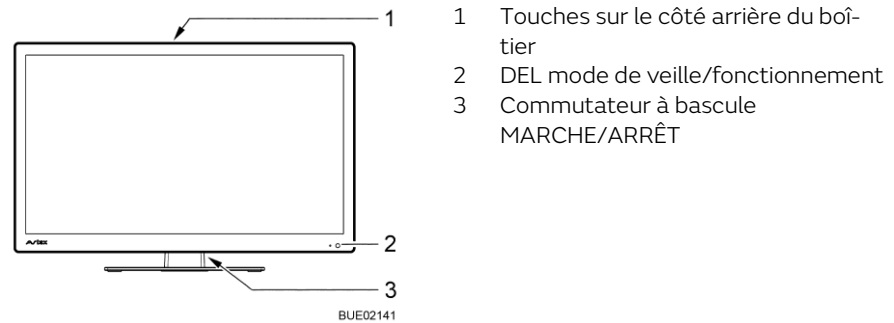
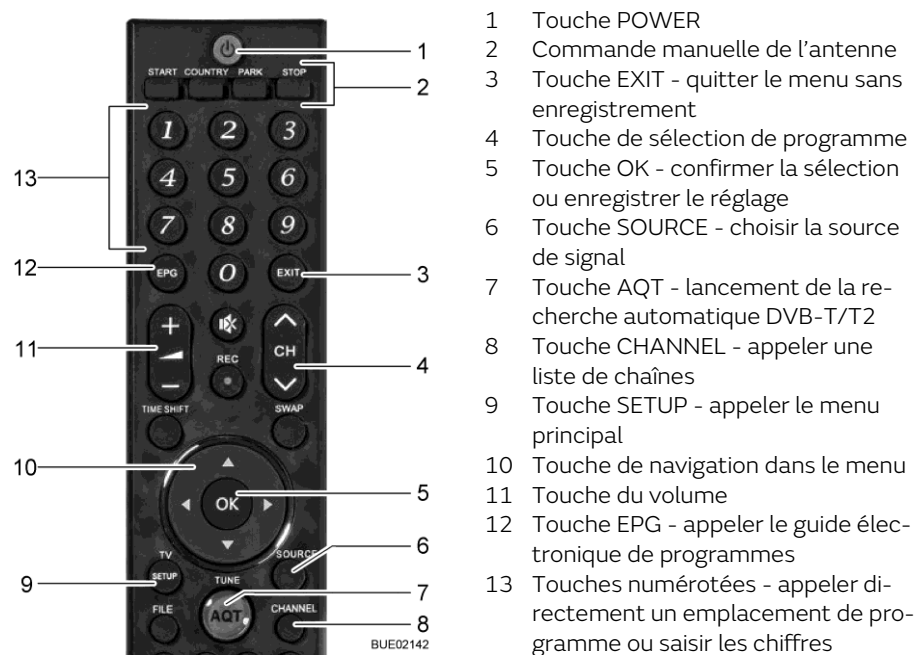

Fig. 46 Commande à l'écran plat
Fig. 47 Télécommande
- Positionner le commutateur à bascule (Fig. 46,3) en face arrière de l'écran plat sur MARCHE. Le système passe dans le mode de veille. La DEL (Fig. 46,2) s'allume en rouge.
- Appuyer sur la touche POWER (Fig. 47,1) de la télécommande. La DEL (Fig. 46,2) s'allume en bleu.
- Appuyer sur les touches de sélection de programme (Fig. 47,4 ou Fig. 47,13) jusqu'à ce que le programme de télévision désiré soit choisi. L'antenne recherche automatiquement le bon satellite.
- Appuyer sur la touche SOURCE (Fig. 47,6) jusqu'à ce que la source de signal désirée soit choisie.
- Appuyer sur la touche PARK (Fig. 47,2). L'antenne se met en position rangée.
- Appuyer sur la touche SOURCE (Fig. 47,6) jusqu'à ce que la source de signal désirée (telle que DVD) soit choisie.
- Appuyer sur la touche POWER (Fig. 47,1) de la télécommande. Le système passe dans le mode de veille. La DEL (Fig. 46,2) s'allume en rouge.
- Positionner le commutateur à bascule (Fig. 46,3) en face arrière de l'écran plat sur ARRÊT.